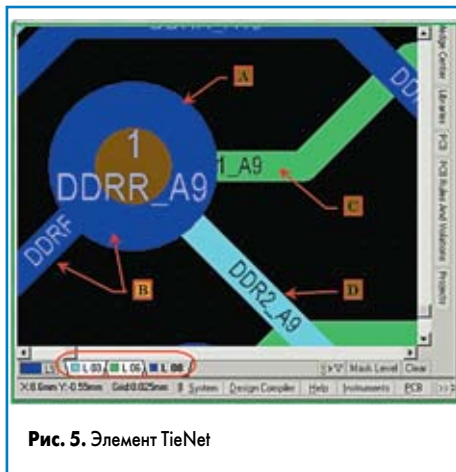

Рис. 5. Элемент TieNet
4. На рис. 5 представлен вид такого элемента уже в проекте, где:
- А. Все площадки имеют вид круга одинакового размера, совпадающего с диаметром переходного отверстия. В частности, на рис. 5 представлен вид со стороны нижнего слоя «L 08».